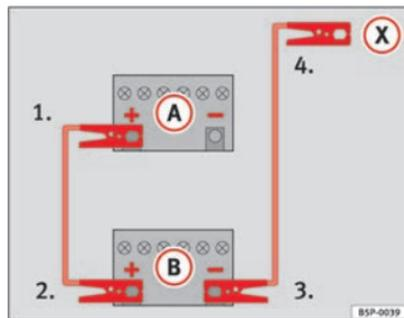

Fig. 151 Esquema de ligação dos cabos auxiliares de arranque
Na ⇒ fig. 151 (A) está representada a bateria sem carga e em (B) a bateria com carga.
- Desligue a ignição de ambos os veículos ⇒ (A).
1. Ligar uma extremidade do cabo auxiliar de arranque vermelho ao terminal positivo ⇒ fig. 151 (+) do veículo com a bateria descarregada ⇒ (A).
4. Ligue a outra extremidade do cabo preto (X) a uma peça maciça fixa ao bloco do motor, ou ao próprio bloco do motor do veículo com a bateria descarregada, mas não nas proximidades da bateria ⇒ (A).